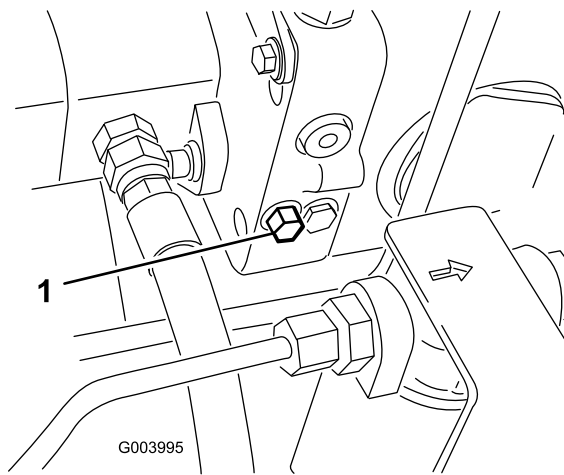

図 71
1. バイパスバルブを右または左 1-1.5 回転させると内部でバイパスが形成される 図 71。